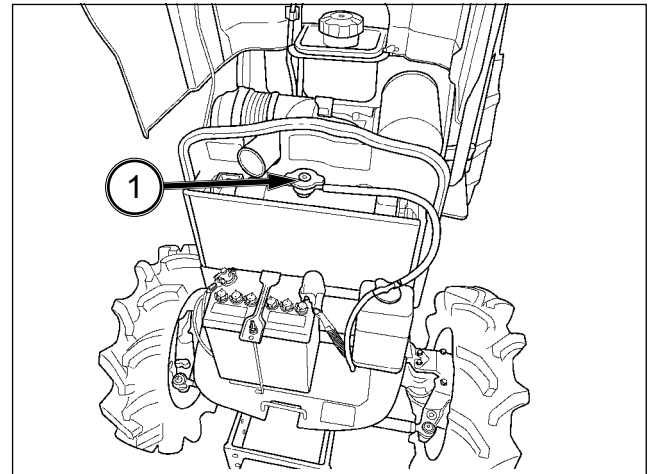

FIG. 98
FIG. 98 et 99 : Le circuit de refroidissement est d'origine rempli d'une solution antigel qui protège le moteur et le radiateur jusqu'à une température de -37°C . Le niveau du liquide de refroidissement doit être maintenu à 10 mm du haut du bouchon du radiateur (1). Contrôlez le liquide de refroidissement comme précaution contre le gel.